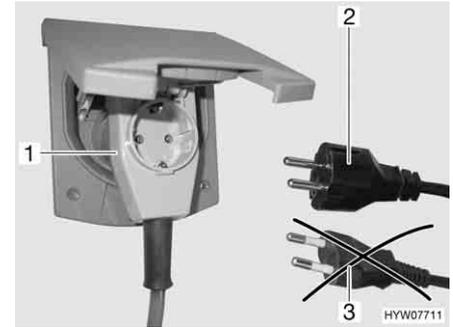

Bild 114 Anschluss an eine Winkel-
- ▶ Bei Verwendung einer CEE 17 Winkelkupplung mit rückseitig eingebauter Steckdose (Bild 114,1) nur einen gummierten und versiegelten IP 44 Stecker mit Schutzkontakt (Bild 114,2) verwenden. Keine Stecker ohne Schutzkontakt (Bild 114,3) verwenden. Gefahr eines Stromschlages!